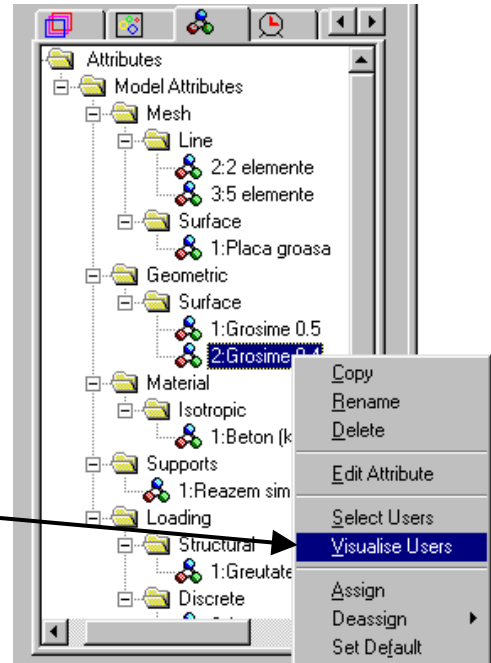

Fig. 21
- din fereastra din stânga, meniul **Treeview** apăsând butonul din dreapta al mouse-ului pe setul de date **Grosime 0.4**, alegeți opțiunea **Visualise Users** (fig. 21)